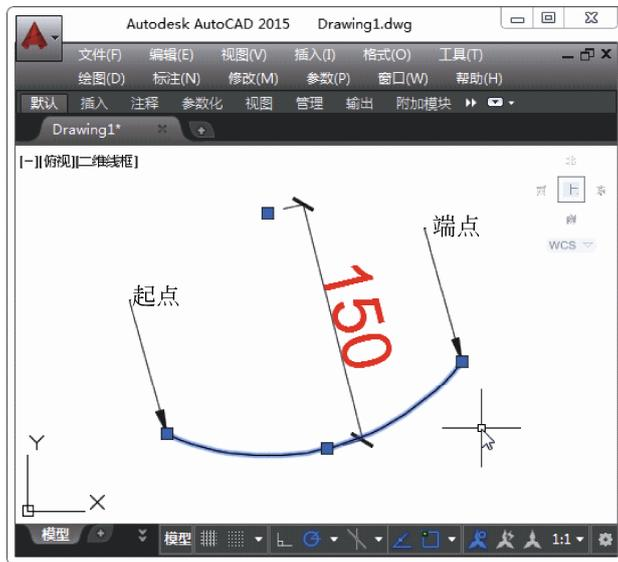

图 3-50 按起点、端点和半径绘制圆弧
- **【起点、端点】命令**：指定圆弧的起点和端点。使用该方法绘制圆弧还需要指定圆弧的半径、角度或方向。如图 3-50 所示，依次指定起点、端点和半径值（此处的 150），绘制圆弧。